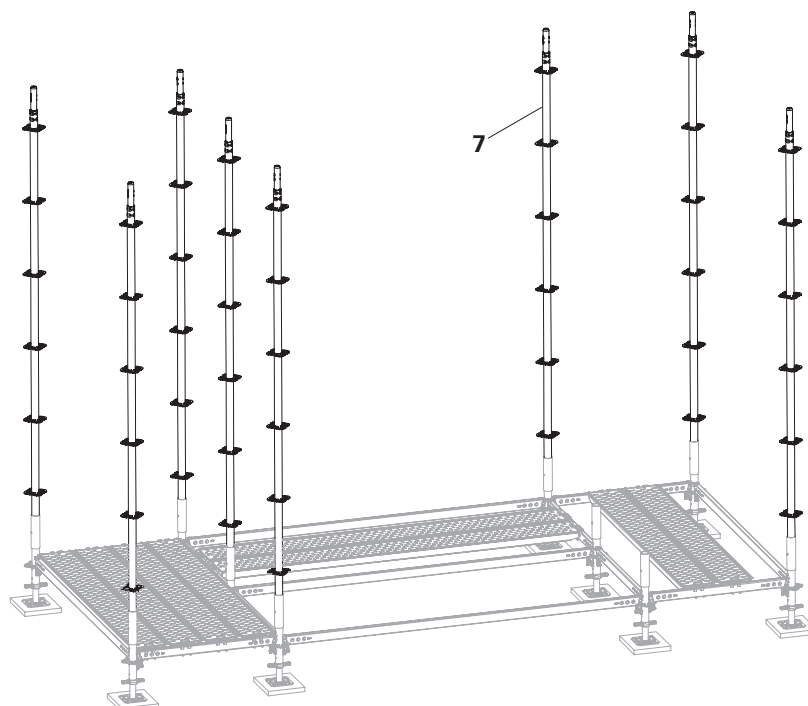

Fig. A2.01
- Inserire tutti i montanti UVR-2 300 (**7**) eccetto due. (Fig. A2.01)